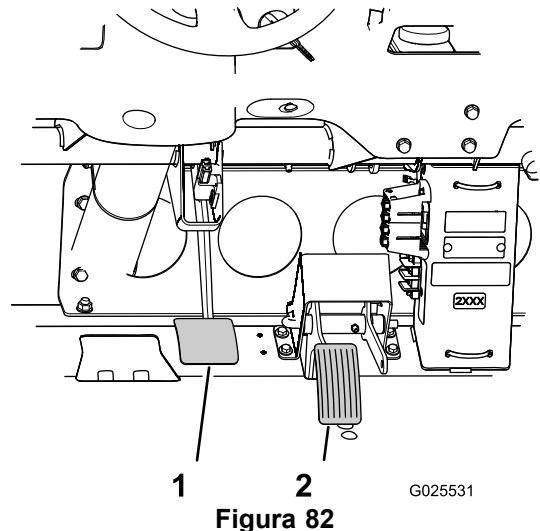

Figura 82
3. Levante o pedal de travão (Figura 82) até que este entre em contacto com a estrutura.